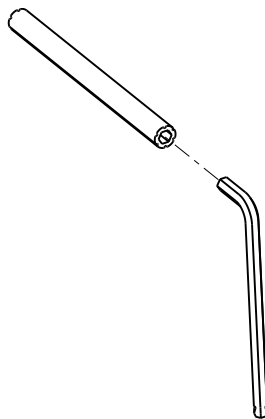

Рисунок 18 – Шестигранный ключ и удлинитель демонтажного инструмента
2. Извлеките шестигранный ключ и удлинитель демонтажного инструмента из центральной крышки (Рисунок 18).